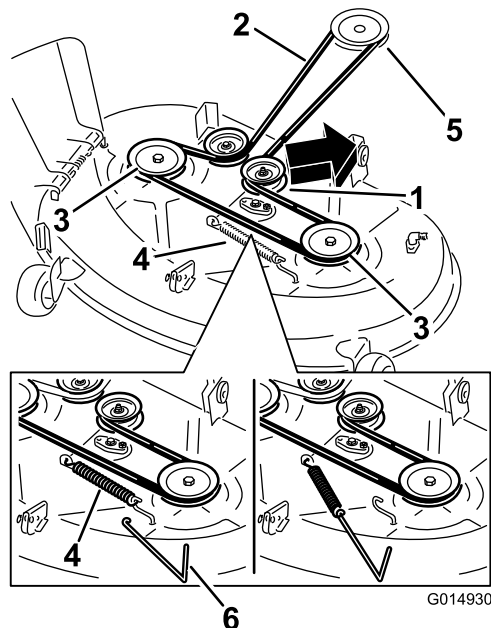

Figura 60
4. Servendovi di un attrezzo per la rimozione delle molle (n. cat. Toro 92-5771), sganciate la molla di rinvio dal gancio del piatto di taglio per eliminare la tensione dalla puleggia e togliete la cinghia dalle pulegge (Figura 60).
5. Montate la nuova cinghia attorno alla puleggia del motore ed a quelle del tosaerba (Figura 60).
6. Servendovi di un attrezzo per la rimozione delle molle (n. cat. Toro 92-5771), agganciate la molla di rinvio al gancio del piatto di taglio per mettere in tensione la puleggia tendicinghia e la cinghia ((Figura 60).